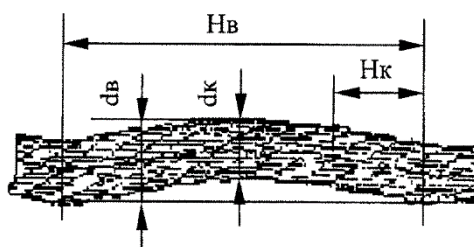

Рис.23: Волнистость каната
6. Волнистость каната характеризуется шагом и направлением ее спирали (рисунок 23). При совпадении направлений спирали волнистости и свивки каната и равенстве шагов спирали волнистости H_v и свивки каната H_k канат бракуется при $d_v > 1,08 d_k$,